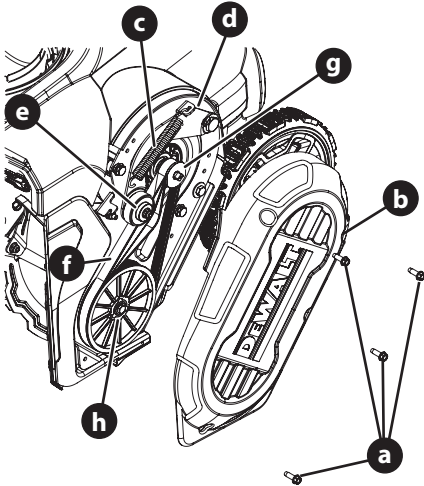

Figure 19
3. Retirez les quatre vis à rondelle hexagonale (a) qui retiennent le couvercle de la courroie (b) à la plaque du moteur (Figure 19). Retirez le couvercle de la courroie.